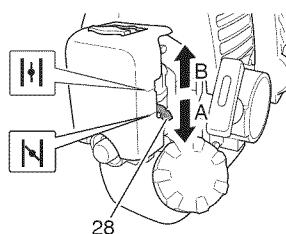

Fig. 17
- (3) Ajuste la palanca del estrangulador (28) en la posición de arranque START (cerrado) (A). (Fig. 17)
- (5) Cuando escuche el amago de arranque del motor, devuelva la palanca del estárter a la posición RUN (abierto) (B). (Fig. 17)